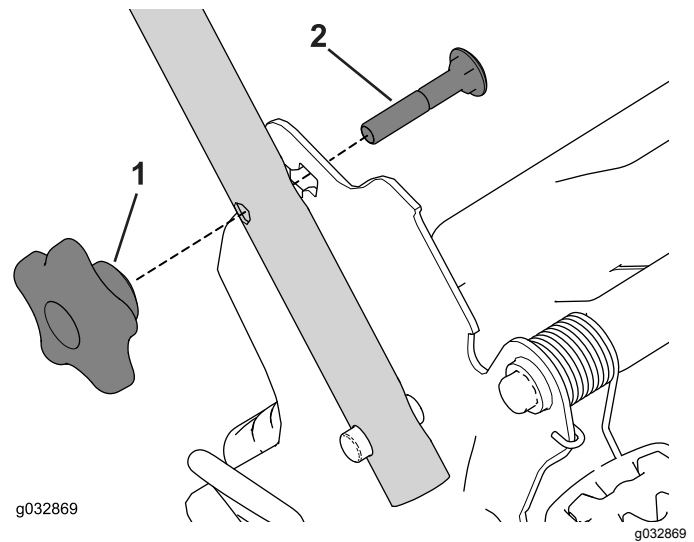

Figura 23
2. Retire y guarde los 2 pomos del manillar y los 2 pernos de cuello cuadrado de los soportes del manillar (Figura 23).